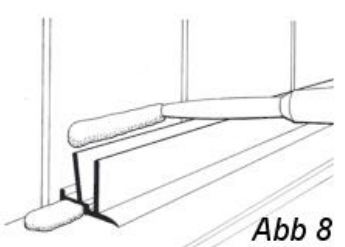

Abb. 8
9. Wenn alle Leisten 1 angebracht sind, versiegeln Sie den Spalt durch einen **DURCHGEZOGENEN** Streifen 1/4" (5mm) des Dichtungsklebstoffes an der Wand/den Fliesen, mit Unterstützung des hinteren Teils der LEISTE 1 als Führungsschiene. ... (Abb. 8)